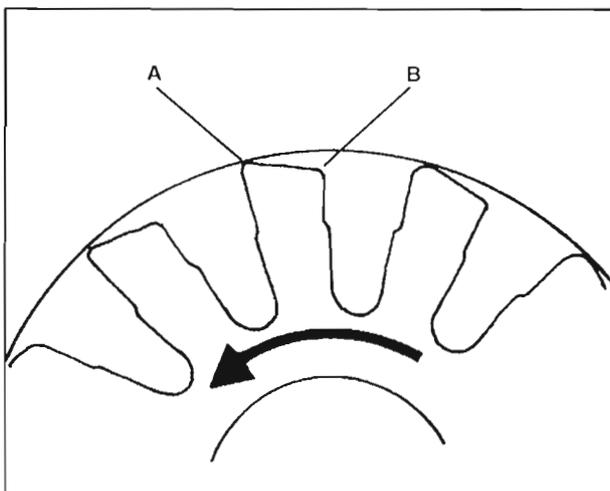

Fig. 64.
- Coloque el pasador y el soporte rotativo con las depresiones contra el cuerpo de la bomba. Fijese de que el lado delantero 'A' de cada diente es más largo que el lado trasero 'B'. Fig.64.